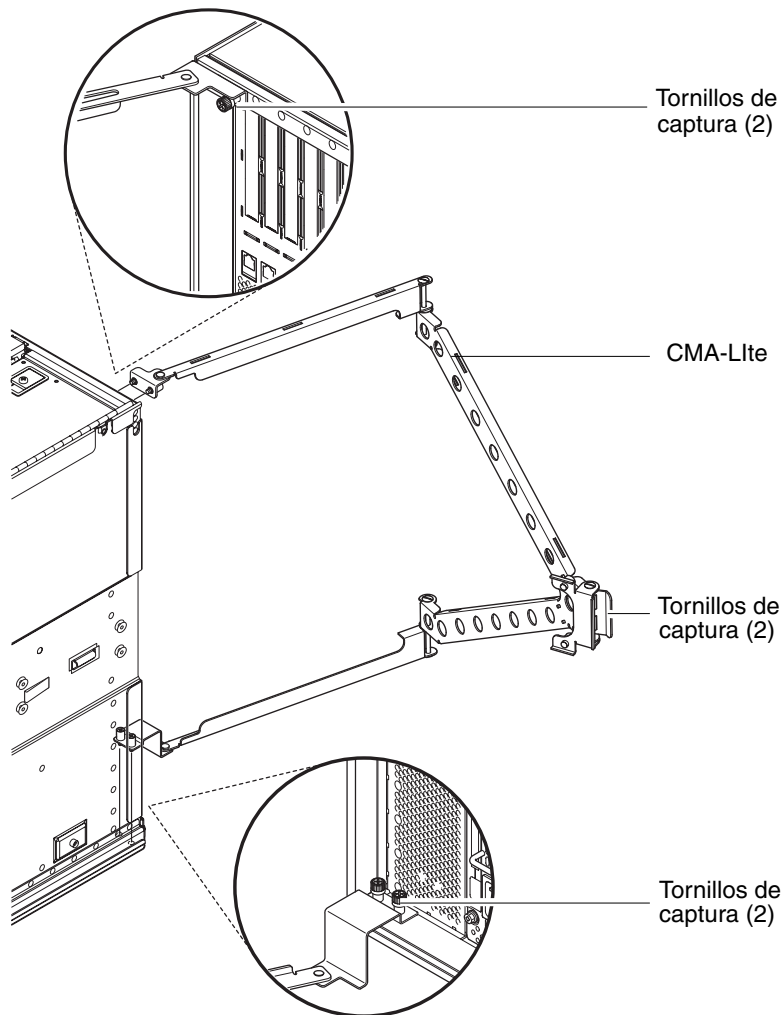

FIGURA 1-16 Abrazadera de gestión de cables CMA-Lite
1. Fije el punto de giro del extremo de la abrazadera superior en la parte posterior del sistema utilizando los dos tornillos de captura (FIGURA 1-16).